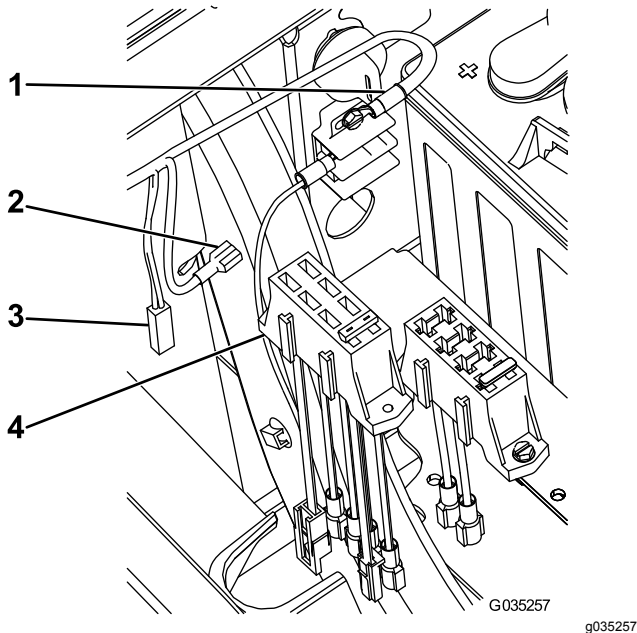

Figure 17
- **Modèles 2018 et précédents** : enclenchez le nouveau porte-fusibles sur le porte-fusibles existant sur la machine (Figure 17).
3. Reliez le grand connecteur du nouveau porte-fusibles au câble d'alimentation en option sur le porte-fusibles existant (Figure 17).
7. Branchez le fil restant au câble à fusible sur le nouveau porte-fusibles (Figure 17).
2. Reliez le grand connecteur du nouveau porte-fusibles au câble d'alimentation en option sur le porte-fusibles existant (Figure 17).
6. Branchez le fil restant au câble à fusible sur le nouveau porte-fusibles (Figure 17).